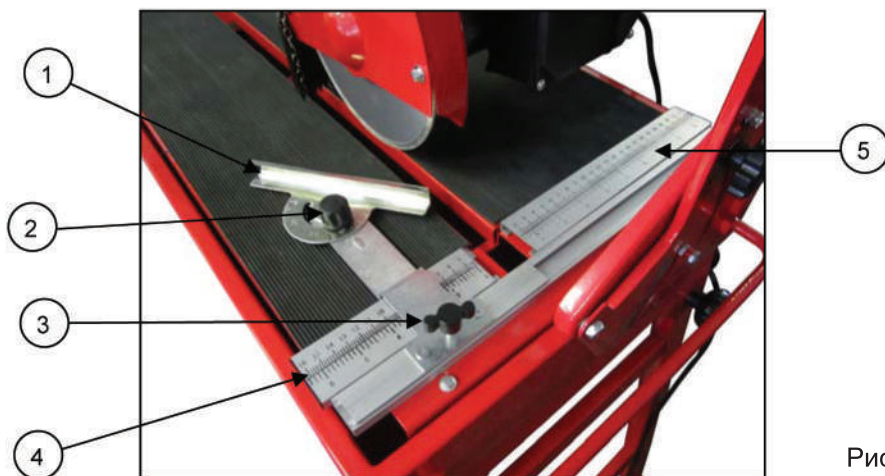
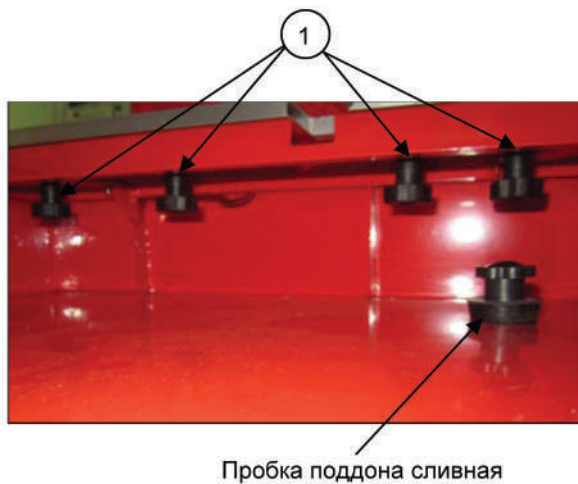

Рис. 10
Рис. 11
**Регулировка ширины реза (Рис. 10)**
2. Ослабьте винт фиксации (2) транспорта и установите транспорт в положение  $0^\circ$ . Затяните винт фиксации транспорта (Рис. 10).
3. Ослабьте винт фиксации (3) регулируемого упора (1).
5. Зафиксируйте винт фиксации (3) регулируемого упора.
1. Установите регулируемый упор с транспортом (1) напротив деления на упорной линейке (4) (например 7 см) и зафиксируйте его винтом (3). Угол транспорта установите в положение  $0^\circ$ .
2. Ослабьте винты фиксации (поз. 1, Рис. 11) левой части упорной линейки, расположенные со стороны поддона для воды и отрегулируйте расстояние от края упора транспорта до режущей кромки алмазного диска равное 7 см.
3. Перемещая упорную линейку (4) по направляющей отрегулируйте расстояние от края упора транспорта (1) до режущей кромки алмазного диска равное 7 см.
**Регулировка угла реза (Рис. 10)**
1. Ослабьте винт фиксации (2) транспорта и выставьте нужный угол.
2. Ослабьте винт фиксации (3) регулируемого упора и установите нужную ширину реза.
12. Периодически меняйте воду в поддоне, так как грязная вода может засорить насос и вывести его из строя. Для слива воды из поддона снимите узкую столешницу рабочего стола и вытащите сливную пробку поддона (Рис. 11).